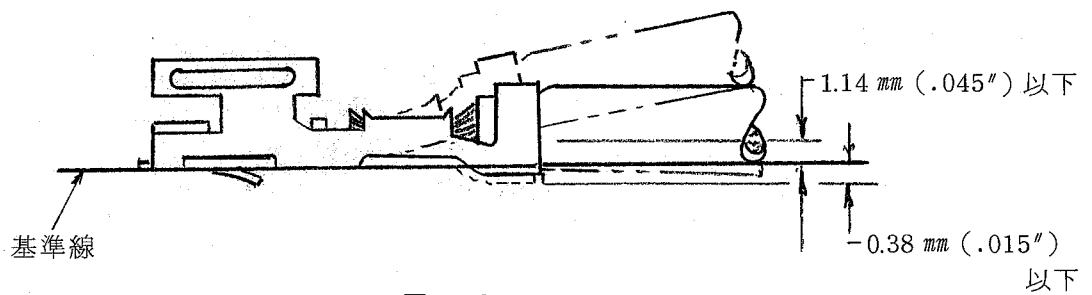

図 2
(1) コンタクトは図2に示した限度をこえて、基準線から上方・下方に曲っていないこと。